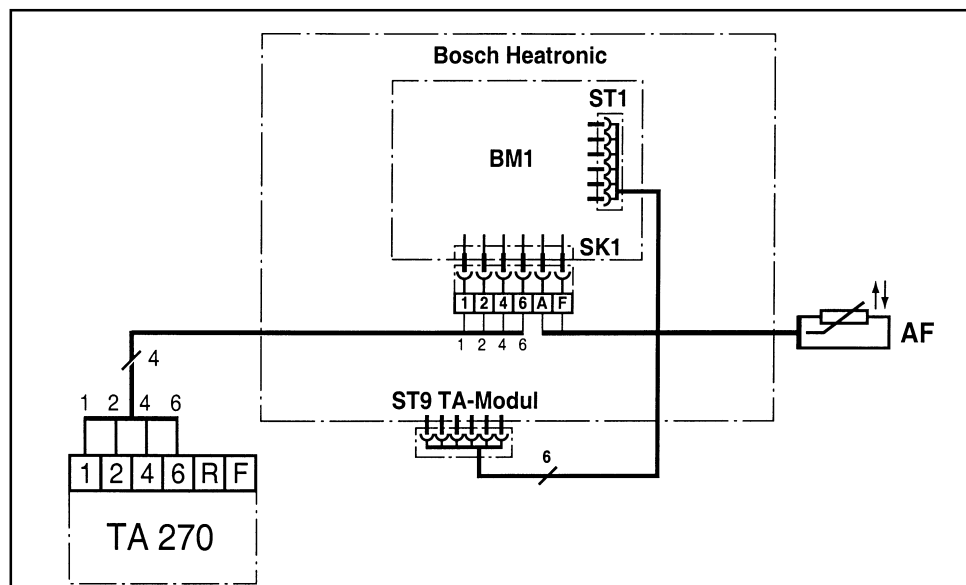

Рис.14. Электроподключение вмонтированного в панель управления BUS-модуля BM1.
- Подключить регулятор к соответствующему BUS-модулю (рис. 14).